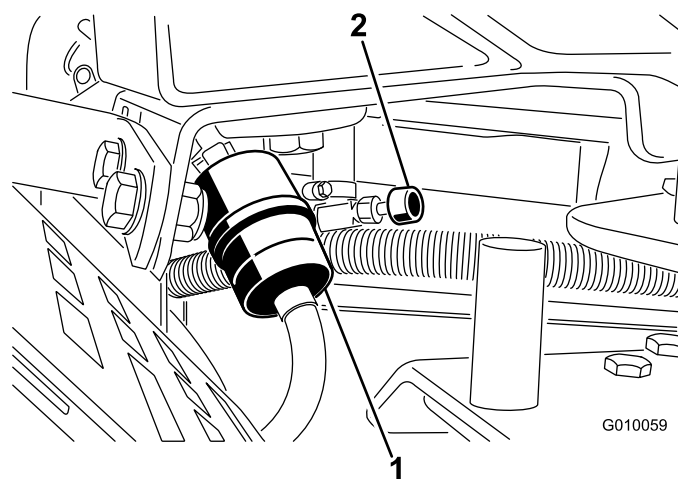

Figura 51
2. Feche a válvula de bloqueio do combustível (Figura 51).
3. Aperte as pontas dos grampos da tubagem e afaste-as do filtro (Figura 51).
5. Instale um filtro novo e coloque as braçadeiras junto ao filtro (Figura 51).
7. Abra a válvula de bloqueio do combustível (Figura 51).
3. Desaperte a braçadeira do tubo no filtro de combustível e deslize-o para cima do tubo de combustível, afastando-o do filtro (Figura 51).
4. Puxe o tubo do combustível do filtro do combustível (Figura 51). Abra a válvula de bloqueio do combustível e deixe a gasolina escoar para um recipiente de combustível ou um recipiente de escoamento.
5. Instale o tubo de combustível no filtro. Deslize a braçadeira do tubo para perto do filtro de combustível para prender o tubo de combustível (Figura 51).